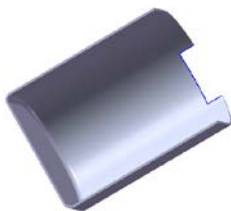
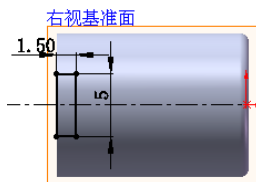

图 4.14 切除一拉伸 1
图 4.15 横断面草图
(3) 定义法兰参数。
① 定义法兰角度值。在 **角度(A)** 区域的  文本框中输入角度值 90.0。
② 定义长度类型和长度值。在“边线一法兰”对话框 **法兰长度(L)** 区域的  下拉列表中选择 **给定深度** 选项，在  文本框中输入深度值 15.0。在此区域中单击“内部虚拟交点”按钮 。
③ 定义法兰位置。在 **法兰位置(N)** 区域中，单击“折弯在外”按钮 。
(4) 单击  按钮，完成边线一法兰 1 的创建。
Step4. 创建图 4.14 所示的切除一拉伸 1。
(1) 选择命令。选择下拉菜单 **插入(I)** → **切除(C)** → **拉伸(E)...** 命令。
(2) 定义特征的横断面草图。选取右视基准面作为草图平面，绘制图 4.15 所示的横断面草图。